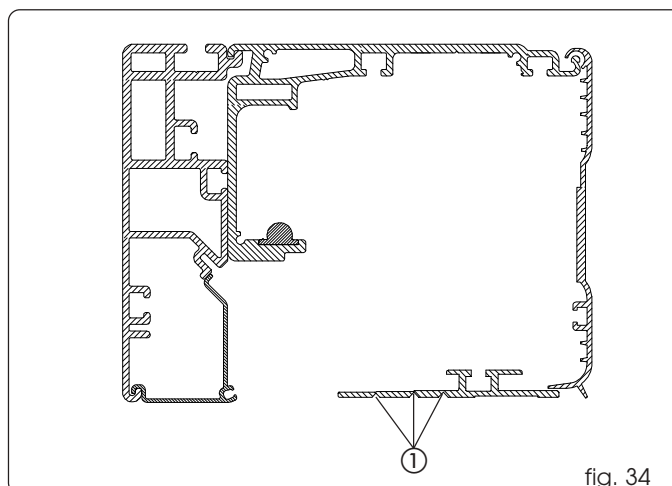

fig. 34
Il profilo carter inferiore è preinciso per essere adattato a vari spessori di anta; eliminare il materiale in eccesso rompendo nei punti indicati in fig. 34 rif. ①.